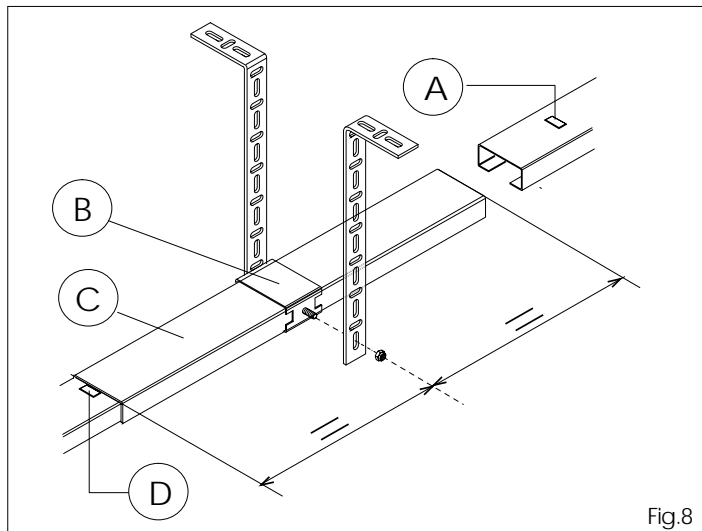
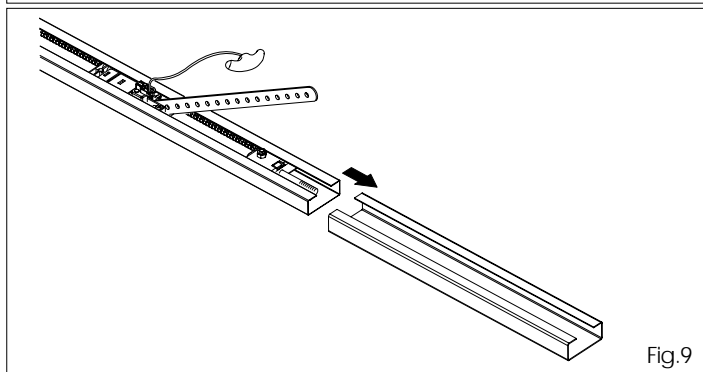
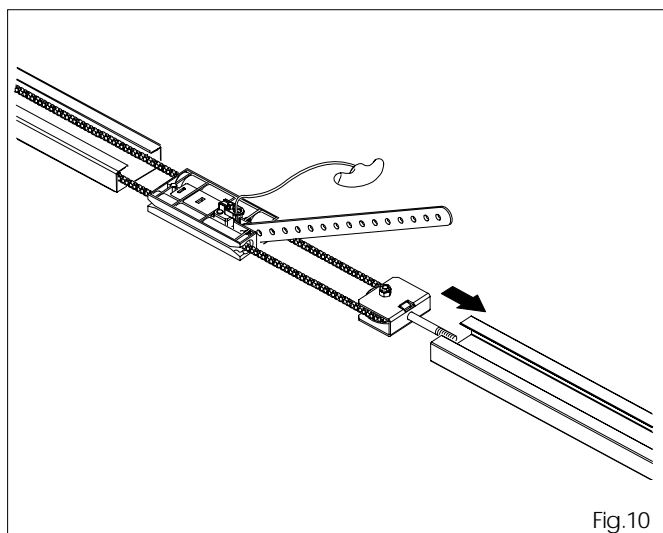

Fig.8
Fig.9
Fig.10
5.2 Introduire le rail de guidage (fig.8 réf.B) dans le chariot (fig.8 réf.C), dans une position centrale par rapport à ce dernier. Préformer les étriers et les fixer sur le rail de guidage avec un écrou (fig.8).
5.3 Insérer le longeron avec la chaîne dans le chariot central (fig.9) jusqu'à la limite avec la saillie métallique (fig.8 réf.D).
5.4 Insérer dans le groupe préalablement monté un nouveau longeron (fig.10), en s'assurant que la saillie métallique indiquée sur la Fig.8 réf.A entre en contact avec le chariot central.